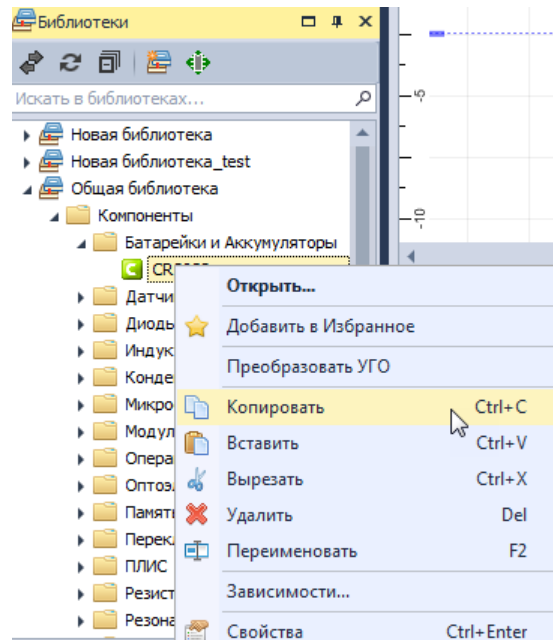

Рис. 338 Вызов функции копирования
- Вызов функции копирования осуществляется только в дереве библиотеки с помощью контекстного меню, см. Рис. 338.